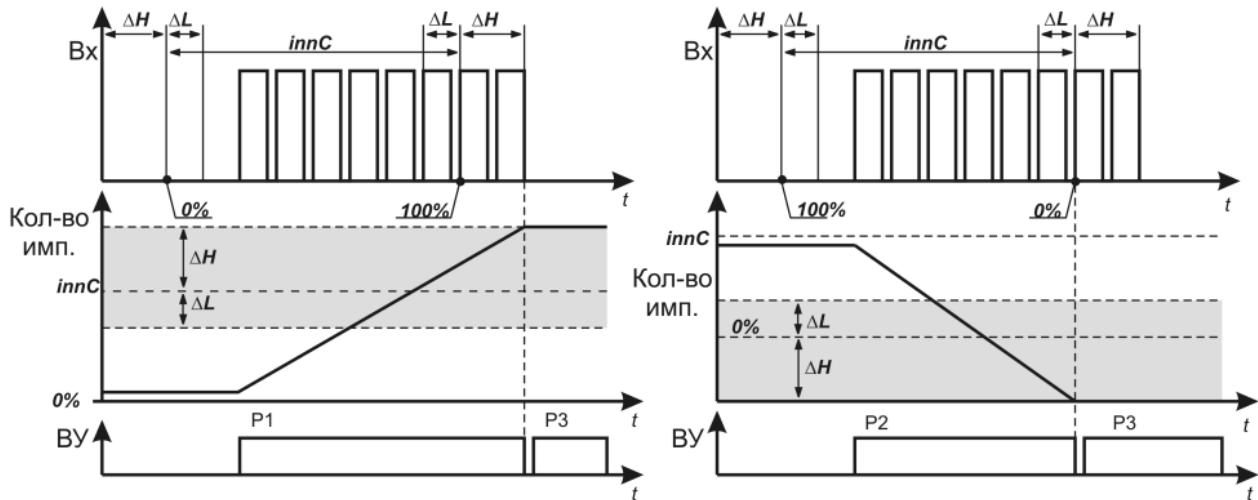

Рисунок 3.9
- холостой ход вала электропривода (проскальзывание) происходит, если значение счетчика превысило значение **innH**, а сигнал о превышении периода следования импульсов не поступил (см. рисунок 3.9, а – для открытия, б – для закрытия, $\Delta L = innC - innL$, $\Delta H = innH - innC$).